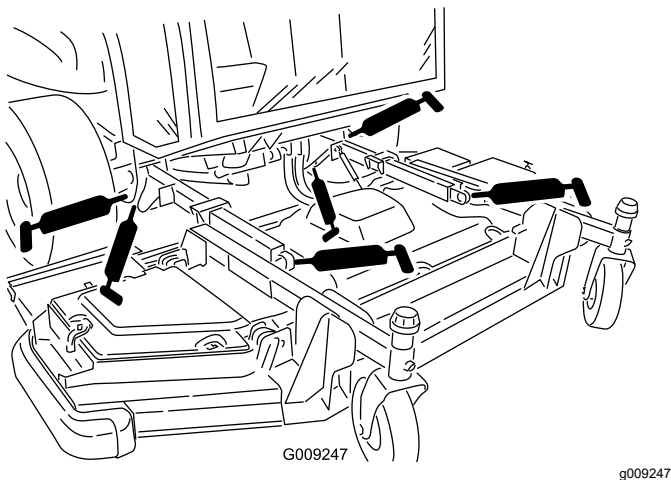

Figure 53
- 2 bagues de bras de levage (Figure 53)
- 2 rotules de bras de levage (Figure 53)
- 2 pivots de vérins de levage de plateau avant (Figure 53)